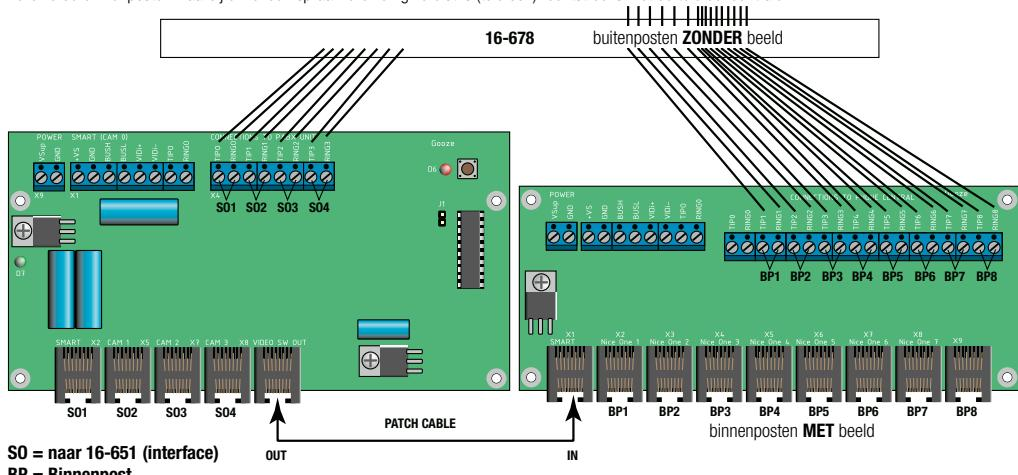

fig.1: switcherprintplaat (links) en splitterprintplaat (rechts) binnenin de videoswitcher 16-676-01
- Sluit de bijgeleverde patchkabel met de RJ45-connectoren aan zoals op fig.1.
- Sluit de buitenposten en/of camera modules, (max. 4) aan op de meest linkse RJ45-outlets (fig.1).
- Sluit de binnenposten aan op de meest rechte RJ45-outlets (fig.1).
Trek de stekker uit het stopcontact voor u het toestel aansluit. Aan de achterkant van de videoswitcher zijn openingen voorzien om de kabel met telefoonlijnen in te voeren. Sluit de analoge telefoonlijnen aan op het connectorblok binnenin de videoswitcher (fig.1). De aansluitingen TIP0 en RING0,..., TIP3 en RING3 van de linkse printplaat zijn de aansluitingen voor de telefoonlijnen waarop de interfaces (ingangen S01, S02, S03 en S04) aangesloten worden. De aansluitingen TIP1 en RING1, TIP2 en RING2, ..., TIP8 en RING8 op de rechtse printplaats zijn de telefoonaansluitingen die overeenkomen met de resp. uitgangen BP1, BP2, ..., BP8.
Als een interface (buitenpost met camera) of een camera interface (externe camera) op één van de interface-ingangsklemmen (fig.1, S01, S02, S03 of S04) aangesloten wordt, kan het beeld van één van de camera's op alle geprogrammeerde binnenposten weergegeven worden. Programmeer het adres- seerbare videosignaal via de interface (zie handleiding 16-651).